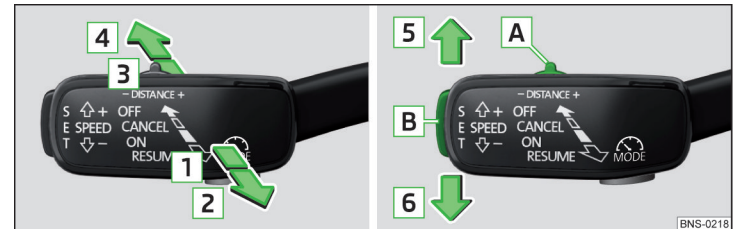

Abb. 286 Bedienungshebel
Übersicht der ACC-Funktionen, welche mit dem Hebel bedient werden » Abb. 286
- Die Taste **SET** » Abb. 286 auf Seite 252 drücken.
- **oder:** Den Hebel in die gefederte Stellung **RESUME** » Abb. 286 auf Seite 252 einstellen.
- Den Hebel in die gefederte Stellung **CANCEL** » Abb. 286 auf Seite 252 einstellen.
Die gewünschte Geschwindigkeit wird mit dem Bedienungshebel eingestellt oder geändert » Abb. 286 auf Seite 252.
Die Abstandsstufe zum vorausfahrenden Fahrzeug kann mit dem Hebel » Abb. 286 auf Seite 252 oder im Infotainment » Seite 251, Einstellungen im Infotainment eingestellt werden.
► Den Schalter **DISTANCE** in die gefederte Stellung – oder + einstellen » Abb. 286 auf Seite 252.
Ein Beschleunigungsvorgang kann jederzeit durch Betätigung des Bremspedals oder den Druckpunkt **CANCEL** am Bedienungshebel » Abb. 286 auf Seite 252 abgebrochen werden.